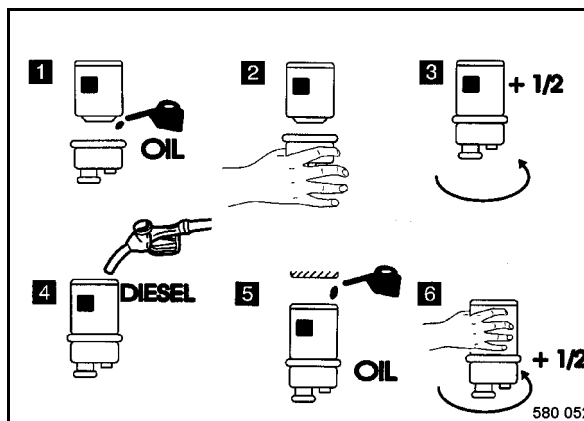

Fig. 113
- Untar la junta de goma del separador de agua 1 (Fig. 113) ligeramente con aceite.
- Enroscar el separador de agua con la mano (2) hasta la junta hace contacto.
- Apretar el separador de agua con otra media vuelta más (3).
- Llenar el nuevo cartucho filtrante con combustible diesel limpio (4).
- Untar la junta de goma del elemento filtrante (5) ligeramente con aceite y enroscarlo con la mano hasta la junta hace contacto.
- Apretar el elemento filtrante con otra media vuelta más (6).